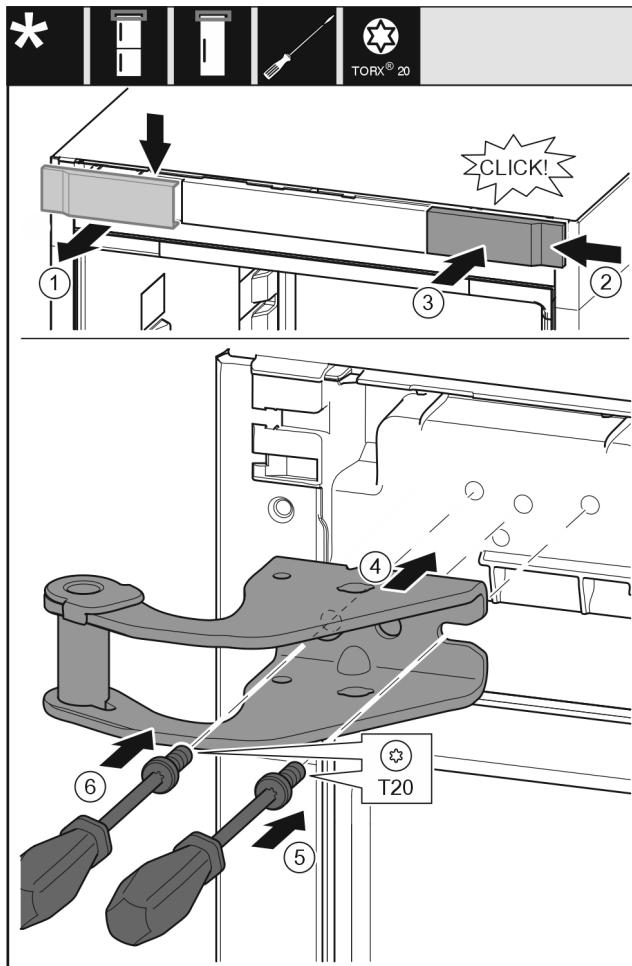

Fig. 12
- ▶ 从上方朝前取下盖板。Fig. 12 (1)
- ▶ 将盖板旋转 180° 至另一侧从右边挂上。Fig. 12 (2)
- ▶ 卡入盖板。Fig. 12 (3)
- ▶ 装上上方的托架。Fig. 12 (4)
- ▶ 用 T20 螺丝刀放上并旋紧螺钉。Fig. 12 (5)
▶ 用 T20 螺丝刀安装并旋紧螺钉。Fig. 12 (6)